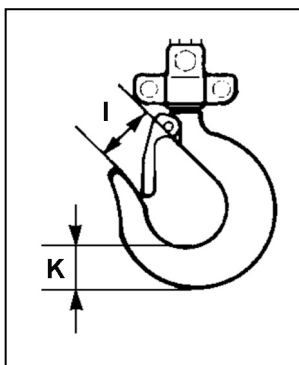

Fig 6
- Kättingen får inte ha kinkar och ej heller vara vriden. För 2-partigt spaklyftblock (6 ton) finns risken att kättingen blir vriden genom att underblocket råkar bli vänt igenom kättingslingan – oftast vid ommontering eller flyttning av lyftblocket mellan olika arbetsställen. Se fig 6.
Krokkontroll (se fig 6 och tabell 2)